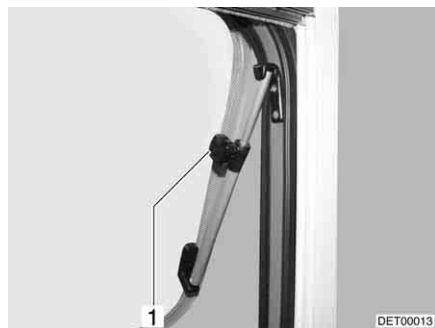

Fig. 59 Finestra apribile con deflettore a rotazione
- Aprire la finestra apribile fino alla posizione desiderata e fissarla mediante il pomello zigrinato (Fig. 59,1).
- Ruotare il pomello zigrinato (Fig. 59,1) fino a che l'arresto viene sbloccato.